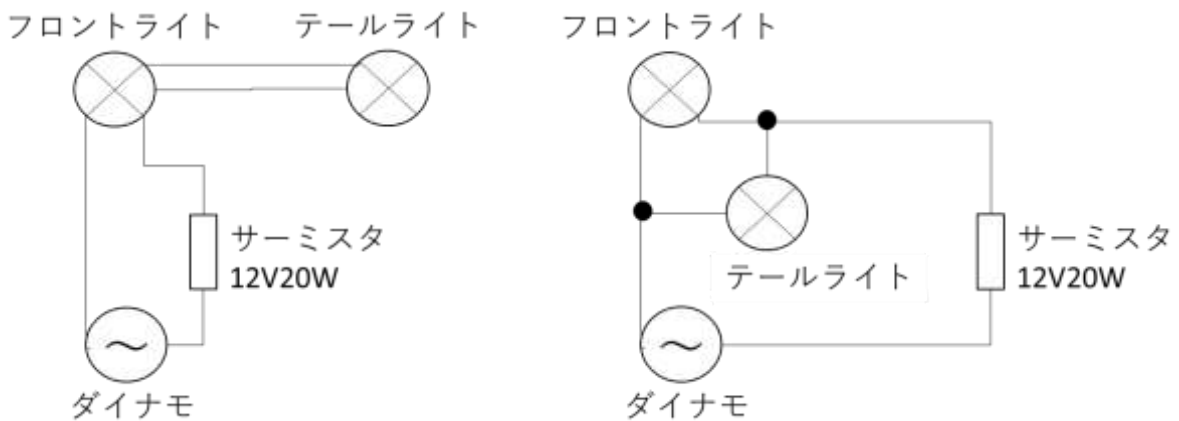

図1 フロントライトからテールライトを接続 図2 テールライトをダイナモから直接接続
- ・フロントライトからテールライトへ配線する場合は図1のように接続します。